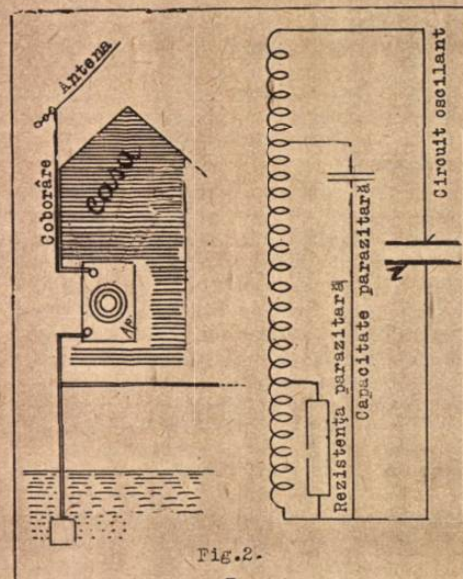

Fig. 2.
c) Cablul prizei de pământ face atingere cu sârma „moarte”, fixată pe zid (instalație de sonerie etc). Efectul este acela din fig. 2: o rezistență legată în paralel cu o parte din circuitul oscilant.